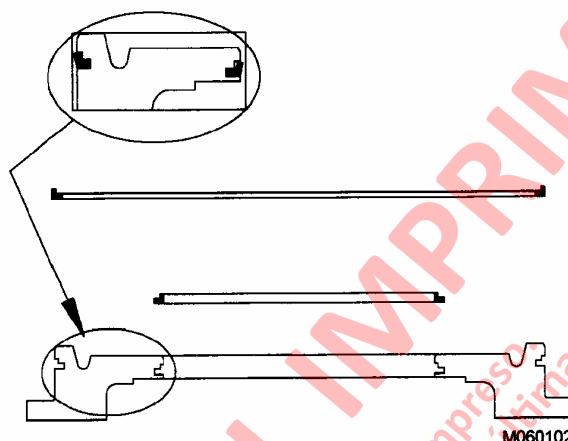

FIGURA 7-66
26. Lubrique las ranuras del anillo sellador del pistón (23) con lubricante soluble en aceite como la grasa de ensamblado del motor. Instale el anillo sellador pequeño (24) en la ranura interior y el anillo sellador grande (22) en la ranura exterior. Consulte la Figura 7-66 para la orientación apropiada.